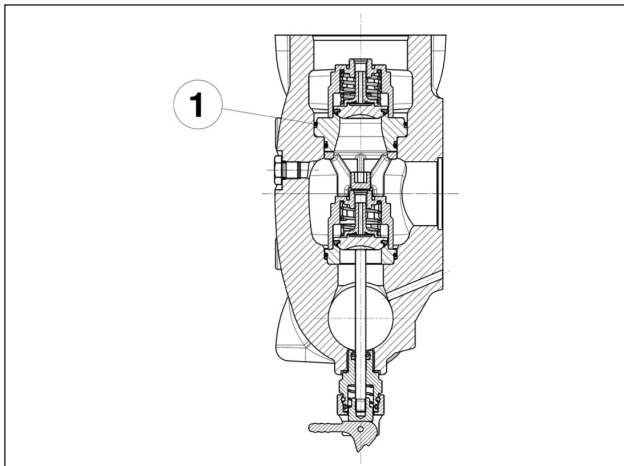

Fig. 128
Prestare particolare attenzione all'inserimento dell'O-ring indicato in pos. ①, Fig. 128. Si consiglia l'utilizzo dell'attrezzo cod. 27516000 (per LK36-LK40-LK45) o cod. 27516100 (per LK50-LK55-LK60) per evitare che l'O-ring possa tagliarsi durante l'inserimento.